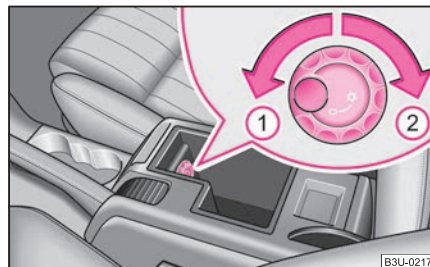

Abb. 103 Ablagefach: Bedienung der Kühlung
- Drehen Sie den Bedienschalter nach links in die Endposition ① ⇒ **Abb. 103**.